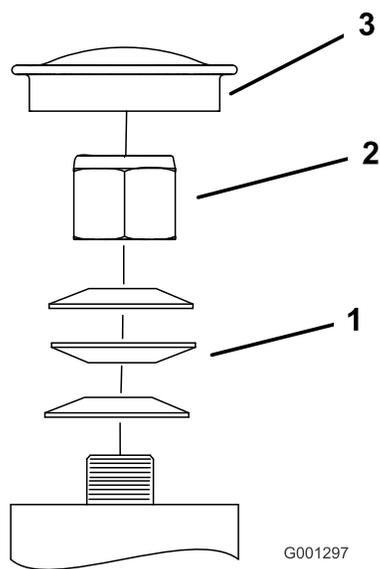

Figure 81
3. Retirez le couvre-moyeu de la roue pivotante et serrez le contre-écrou (Figure 81).
4. Continuez de serrer le contre-écrou jusqu'à ce que les rondelles élastiques soient aplaties, puis desserrez-le d'un quart de tour pour obtenir la précharge correcte des roulements (Figure 81).
Important: Veillez à placer les rondelles élastiques comme montré à la Figure 81.
5. Reposez le couvre-moyeu (Figure 81).